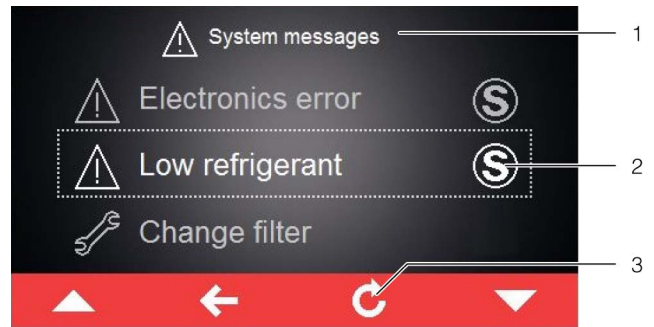

Bild 28: Bildskärm med felmeddelanden
Om ett felmeddelande föreligger, som inte kan åtgärdas av operatören själv och inte återställs av sig självt, visas bakom felmeddelandet samt i manöverpanelen bredvid symbolen för systemmeddelanden symbolen "Service" (bild 28, pos. 2).